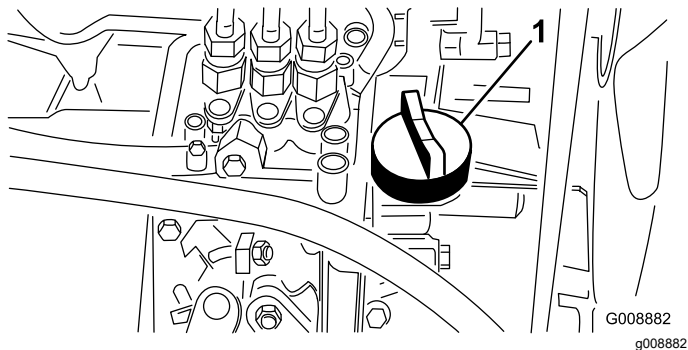

Рисунок 25
4. Если уровень масла ниже допустимого, снимите крышку маслозаливной горловины (Рисунок 25) и постепенно, небольшими порциями долийте масло, периодически проверяя его уровень, до отметки Full (Полный) на масломерном щупе.